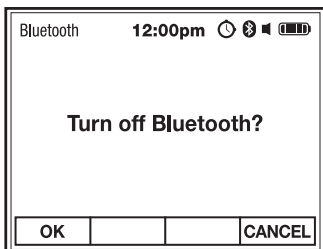

Fig. 22
2. Utilice el botón de función F1 OK para activar o desactivar Bluetooth® y volver a los Ajustes del Medidor (Fig. 22). El símbolo  aparecerá en la pantalla cuando Bluetooth® esté activado.